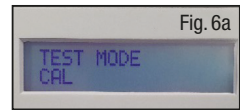

Fig. 6a
- Enchufe el cable de alimentación en la unidad de alimentación y en la toma de red. Encienda la unidad de alimentación, pulsando al mismo tiempo el botón de flecha hacia ABAJO. Una vez iniciada la alimentación, suelte el botón de flecha hacia ABAJO. Así podrá acceder al menú de prueba. La unidad de alimentación mostrará "MODULO TEST CAL" (Fig. 6a).